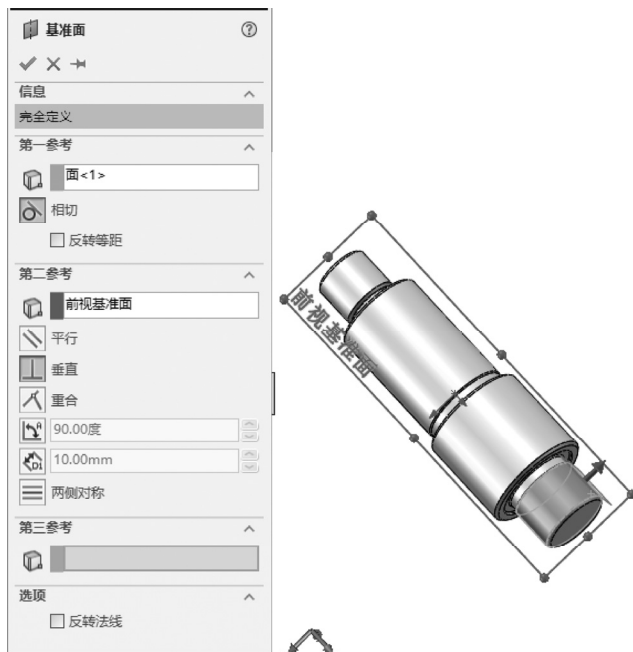

图 8-11 创建基准面
**01** 创建基准面。单击“参考几何体”下拉列表中的“基准面”按钮, 弹出“基准面”属性管理器; 第一参考选择直径为 25mm 的轴段圆柱面, 第二参考选择前视基准面, 如图 8-11 所示, 单击“确定”按钮, 生成与所选轴段圆柱面相切并垂直于前视基准面的基准面 1。